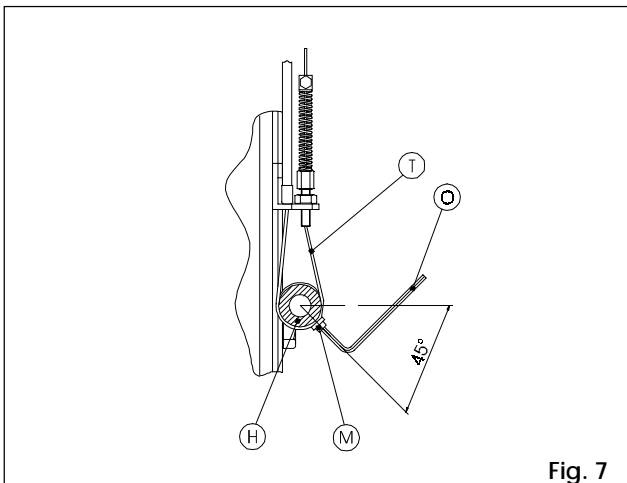

Fig. 7
- 9) Bloccare poi il cavo **T** sul disco **H** avvitando le viti **M** con la chiave **O**, orientato come in Fig.7.
- 9) Fasten cable **T** onto disc **H** by tightening the screws **M** with key **O**, oriented as shown in Fig.7.
- 9) Bloquer ensuite le câble **T** sur le disque **H** en serrant les vis **M** à l'aide de la clé **O**, orienté comme indiqué en Fig.7.
- 9) Bloquear el cable **T** en el disco **H** (orientado como en la Fig. 7) apretando los tornillos **M** con la llave **O**.
- 9) Kabel **T** mit Ausrichtung gem. Abb. 7 dann auf Scheibe **H** sichern, hierzu die Schrauben **M** mit Schlüssel **O** festdrehen.